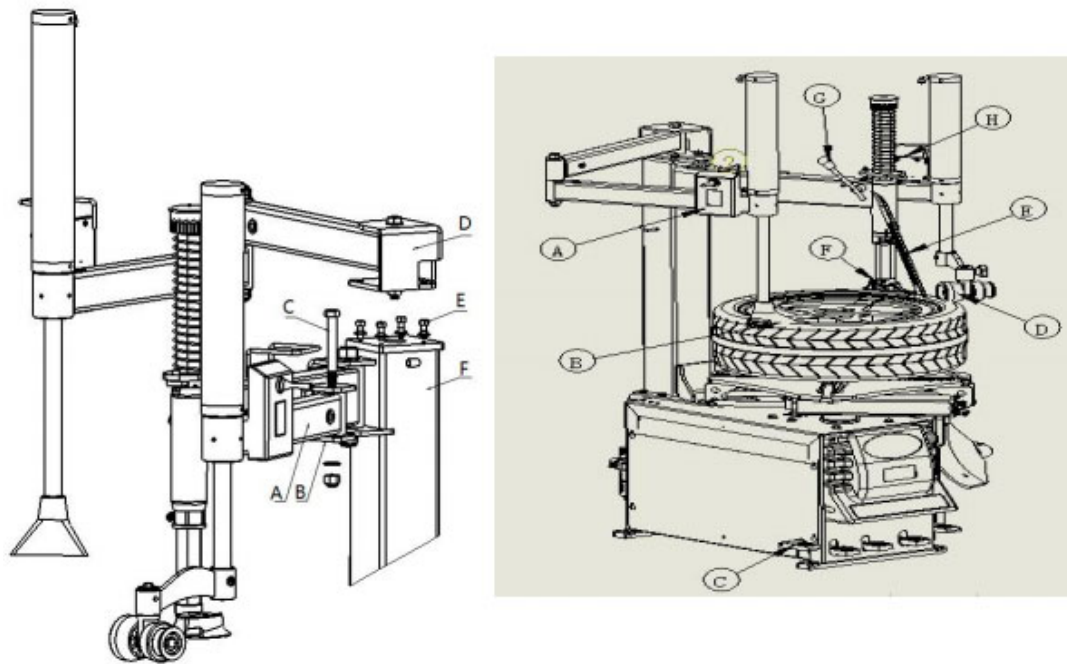

Abb.6-d
- Wie in Abb.6-d dargestellt, öffnen Sie das Paket, installieren Sie D mit der Schraube E am Pfosten und ziehen Sie es fest; installieren Sie A mit der Schraube C auf B und ziehen Sie es fest. Stellen Sie sicher, dass alle Teile einwandfrei funktionieren. Falls nicht, passen Sie den Abstand an, indem Sie die Schrauben fester oder lockerer ziehen.